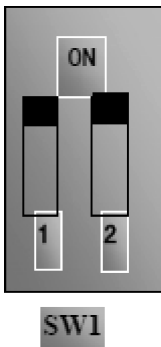

图 6-14 拨码开关
- ② 按方式键，进入编程菜单；
- ③ 进行电动机参数学习；
- ④ 设置变频器的功能参数；
⑤ 对于 E1000 系列 15kW 及其以下功率变频器控制端子排附近有一个两位红色拨码开关 SW1，如图 6-14 所示。拨码开关的作用是选择模拟量输入端子 AI2 的电压信号（0~5V/0~10V）或电流信号，出厂值默认为电流通路。使用时通过 F203 选择模拟量输入通道。按图示把开关 1 拨到 ON 位置，2 拨到 ON 位置，选择 0~20mA 电流调速。其他拨码开关的位置与调速方式详表 6-13。